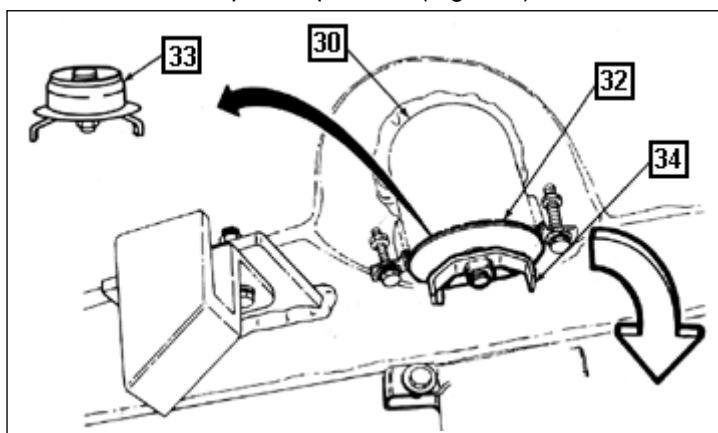

Fig 8-16. Colocação do tampão de vedação
(4) Após limpar o orifício de escapamento do aquecedor, posicionar o tampão(32) apropriado do "kit" no orifício(33) e tampá-lo girando a borboleta(34) do tampão no sentido horário para expandi-lo.(Fig 8-16)